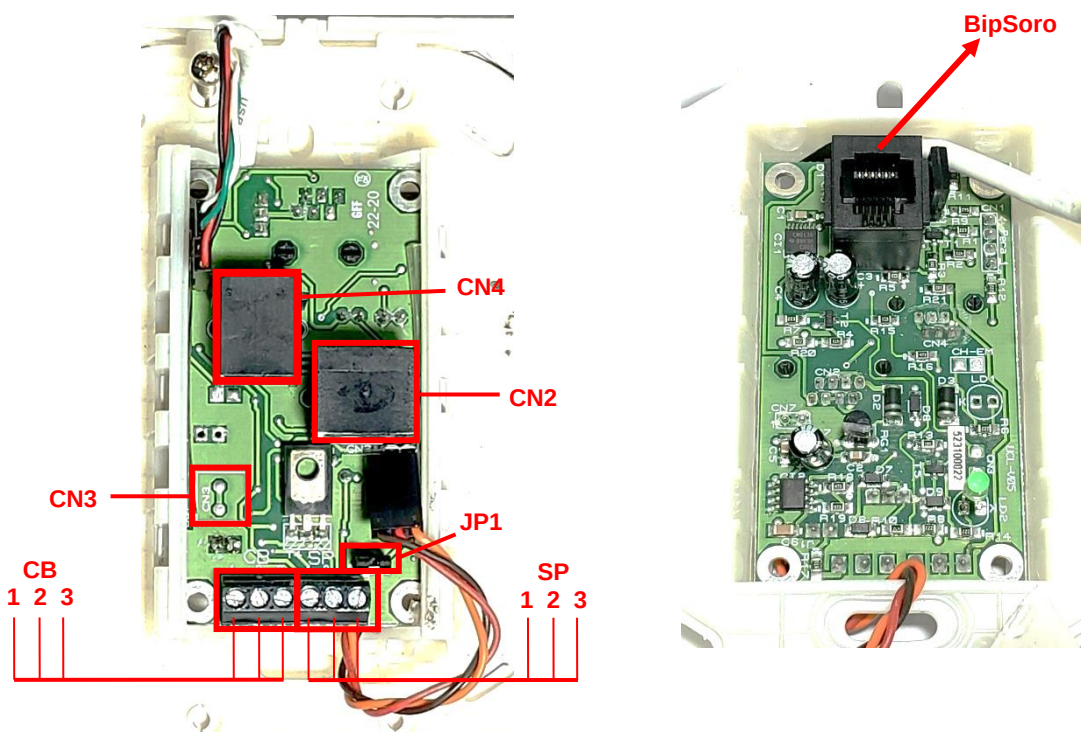

Figura 22 – Placa da Unidade de Comando já encaixada na moldura (UC); vista posterior à esquerda e anterior à direita.
A *Figura 22* abaixo corresponde à vista das faces anterior e posterior da placa de circuito da **UC**. Os passos seguintes o guiarão no processo de instalação da **UC** em cada um dos leitos.
- a. Na face posterior da placa da **UC** (veja a *Figura 22*), localize o receptáculo RJ-45 rotulado com "**CN2**". Em seguida, na caixa de passagem onde será instalada a **UC**, identifique o cabo de pares trançados que vem do *Painel Concentrador*. Na extremidade deste cabo deve haver *plug RJ-45* previamente *crimpado*. Encaixe este *plug* no receptáculo **CN2**.
- b. **Execute este passo apenas se você optou por uma chamada de banheiro padrão.** Na face posterior da placa da **UC** (veja a *Figura 22*), localize o borne de conexão rotulado com "**CB**". Em seguida, na caixa de passagem onde será instalada a **UC**, identifique o cabo de pares trançados que vem do banheiro. Use uma chave de fenda 1/8"x3" para conectar os cabos correspondentes de acordo com os números indicados em ambos os bornes (1, 2 e 3), conforme a *Figura 23* abaixo. Não esqueça de anotar a correlação entre as cores das vias usadas e o número do pino ao qual estão conectadas.
- c. Na face posterior da placa da **UC** (veja a *Figura 22*), localize o borne de conexão rotulado com "**SP**". Em seguida, na caixa de passagem onde será instalada a **UC**, identifique o cabo de pares trançados que vem do *Sinalizador de Porta (SP)*. Use uma chave de fenda 1/8"x3" para conectar os cabos correspondentes de acordo com os números indicados em ambos os bornes (1, 2 e 3), conforme a *Figura 23* abaixo. Não esqueça de anotar a correlação entre as cores das vias usadas e o número do pino ao qual estão conectadas.
- d. Certifique-se quanto à existência de um *jumper de programação* ligando mutuamente os dois pinos de **JP1**. Veja a *Figura 22* acima. **Apenas quando os dois pinos deste jumper estiverem em curto-circuito, o sinalizador de porta estará habilitado e funcionará normalmente num apartamento com uma única UC.**
- e. **Execute este passo apenas se o seu Sistema de Chamada for equipado com Viva-Voz.** Localize o receptáculo RJ-12 rotulado como "**CN4**" que fica na face posterior da placa da **UC**. Veja a *Figura 22*. Use o cabo de 6 vias (fornecido com a função opcional de Viva-Voz) para conectar a placa da **UC** à placa de voz do leito. Observe que a placa de voz será instalada numa caixa de passagem 4x4" localizada ao lado da caixa onde será instalada a **UC**. **Observe também que o cabo de 6 vias vai de uma caixa à outra, passado pelo eletroduto que as une.**
- O *Sinalizador de Porta* deve ser conectado à **UC** do leito mais próximo da porta. Na caixa de passagem onde será instalada a placa da **UC** mais próxima à porta, identifique, o cabo de pares trançados que vem do **SP**. Identifique também o borne rotulado com "**SP**" localizado na placa desta **UC**. Escolha três vias do cabo vindo do **SP** e use uma chave de fenda 1/8"x3" para conectar uma das vias ao pino 1, outra ao pino 2, e outra ao pino 3 deste borne. Na outra extremidade deste cabo (que estará na caixa de passagem onde será instalado o **SP**), selecione as mesmas três vias para ligar ao borne rotulado com "**CN1**" da placa de circuito do **SP**. Observe que o **pino 1** do borne **SP** (na **UC**) deve ser ligado ao **pino 1** do borne **CN1** (no **SP**). Semelhantemente, o **pino 2** do **SP** deve ser ligado ao **pino 2** do **CN1** e o **pino 3** do **SP** deve ser ligado ao **pino 3** do **CN1**. Feito isto, ligue também, em paralelo, o **pino 1** do borne **SP** de cada uma das outras **UC's** (da mesma enfermaria) ao **pino 1** do borne **SP** da **UC** próxima à porta. Ligue ainda, em paralelo, o **pino 2** do borne **SP** de cada uma das outras **UC's** (da mesma enfermaria) ao **pino 2** do borne **SP** da **UC** próxima à porta. Veja as Figuras 22 e 25 acima. Feito isso, remova o *jumper de programação JP1* (veja a Figura 22) de todas as **UC** exceto aquela à qual encontra-se ligado o **SP**. Em outras palavras, num ambiente com mais de um leito, o *jumper JP1* deve ser instalado apenas na **UC** diretamente conectada ao **SP**.